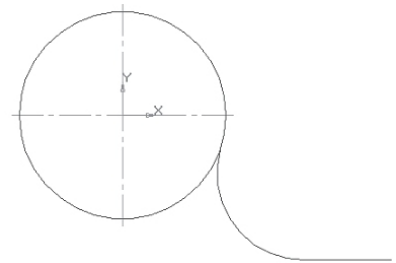

Рис. 3.6.
- вкажіть два об'єкти, між якими потрібно побудувати округлення (відрізок і частина окружності з правого боку від вертикальної осі симетрії) – рис. 3.6.